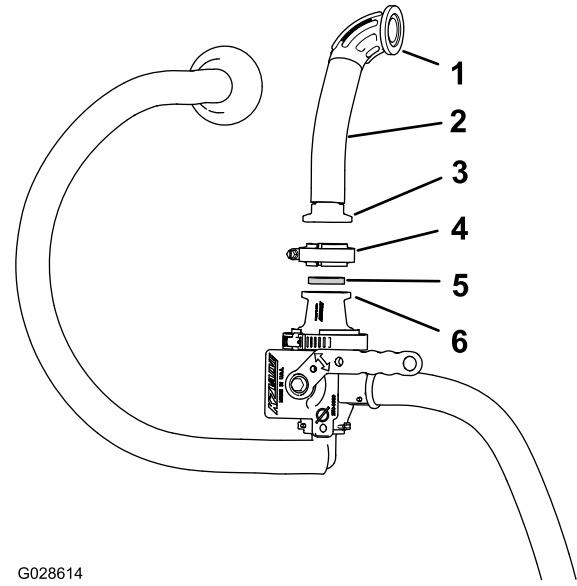

Figura 20
- Alinee una junta y el acoplamiento recto con brida de la nueva manguera de entrada con la brida del adaptador en la parte superior de la válvula del eyector (Figura 20).
- Sujete el acoplamiento recto con brida a la válvula con una brida de fijación (Figura 20).